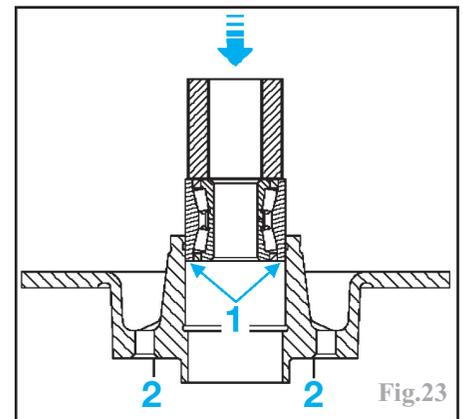

Fig.23
À la presse, en prenant appui sur sa bague extérieure avec un mandrin de  $\varnothing$  extérieur 55 mm maxi. et de  $\varnothing$  intérieur 43 mm mini, engager le roulement neuf dans le disque, depuis l'intérieur de celui-ci et jusqu'en butée (Fig.23).
Orienter la marquage (1) sur le roulement vers le bas (Fig.23).